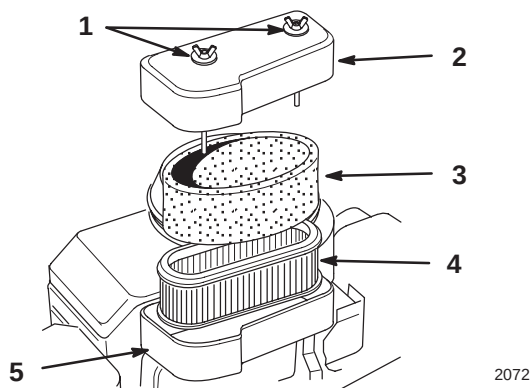

Bild 22
2. Reinigen Sie den Bereich um den Luftfilter herum, um zu verhindern, dass Schmutz in den Motor fällt und Schäden verursacht. Schrauben Sie die Abdeckungsmuttern heraus und entfernen Sie die Luftfilterabdeckung (Bild 22).
3. Entfernen Sie den Luftfilter (Bild 22).
4. Schieben Sie den Schaumeinsatz vorsichtig vom Papiereinsatz herunter (Bild 22).
1. Schieben Sie den Schaumeinsatz vorsichtig auf den Papiereinsatz des Luftfilters (Bild 22).
2. Schieben Sie die Luftfiltergruppe auf das Luftfilterunterteil (Bild 22).
3. Bringen Sie die Luftfilterabdeckung an und befestigen Sie sie mit den Abdeckungsmuttern (Bild 22).